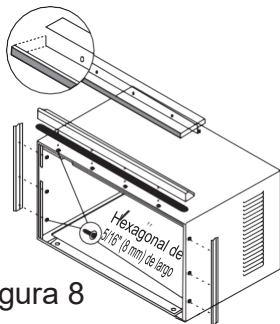

Figura 8
2. Instale los retenedores laterales y del ángulo superior en el bastidor, como se muestra en la Figura 8 (10 tornillos).